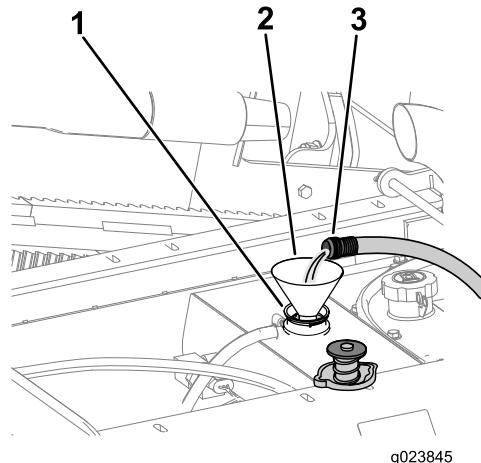

Figura 143
- B. Llene el radiador con agua limpia (Figura 143).